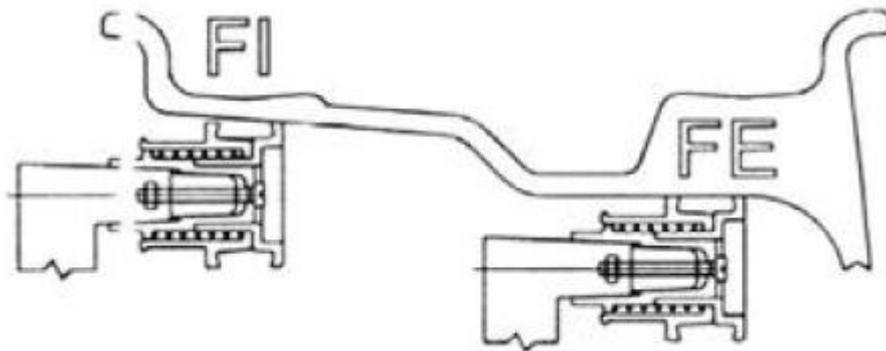

Abb.6
- * Eingabe der “a1 und d1” -Werte: Ziehen Sie die Messlehre und legen Sie diese auf die erste Position FI (siehe Abb.6) für ca. 4 Sekunden an, a1 und d1 –Werte werden automatisch erfasst und im Display angezeigt.
- * Eingabe “a2 und d2” -Werte: Ziehen Sie die Messlehre und legen Sie diese auf die zweite Position FE (siehe Abb.6) für ca. 4 Sekunden an, a2 und d2 –Werte werden automatisch erfasst und im Display angezeigt.